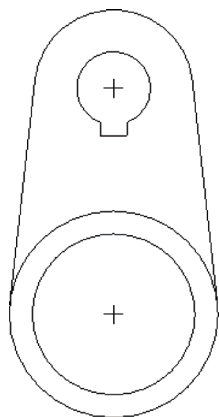

图 3-62 偏移草图
STEP 04 在绘图区中选择大圆, 在弹出的“于箭头方向输入偏移”文本框中输入“-30”, 单击“接受值”按钮, 并单击“类型”对话框中的“关闭”按钮, 即可偏移草图, 效果如图 3-62 所示。